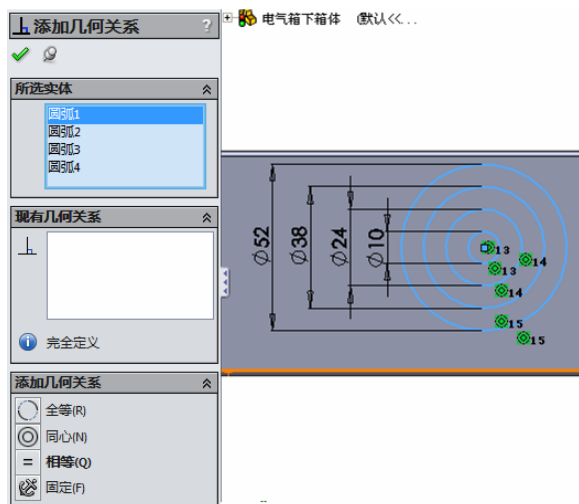

图 11-49 绘制草图并标注尺寸
①单击“草图”工具栏中的“圆”按钮，绘制 4 个同心圆，标注其直径尺寸。单击“尺寸/几何关系”工具栏中的“添加几何关系”按钮，添加 4 个圆的“同心”几何约束关系，如图 11-49 所示。